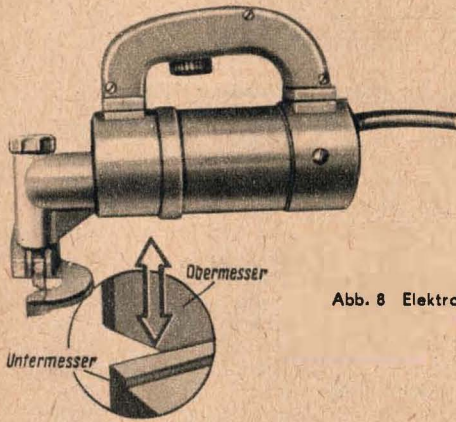

Abb. 8 Elektrohandscher
- Der Niederhalter ist hier gleichzeitig als Fingerschutz gedacht. Er bleibt nur verriegelt, wenn die linke Hand am Zustellgriff bleibt. Da die rechte Hand den Hebel bedient, sind alle Finger aus dem Gefahrenbereich. Für größere Mengen zu beschneidender Materialien, größere Materialdicken und große Formate sind dann Scheren mit Kraftantrieb unentbehrlich. Die kleinste Maschine dieser Gruppe ist die Elektro-Handblechscher (Abb. 8). Ein durch den Elektromotor angetriebener Exzenter bewegt das Obermesser in schneller Folge.